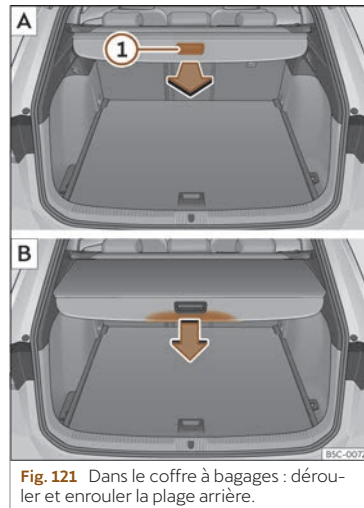

Fig. 121 Dans le coffre à bagages : dérouler et enrouler la plage arrière.
• Tirez uniformément sur la plage arrière par la poignée»» **fig. 121** ① **A** vers l'arrière puis retirez-la jusqu'en butée jusqu'à ce qu'elle s'encastre de manière audible.
»» **fig. 121** **B**.